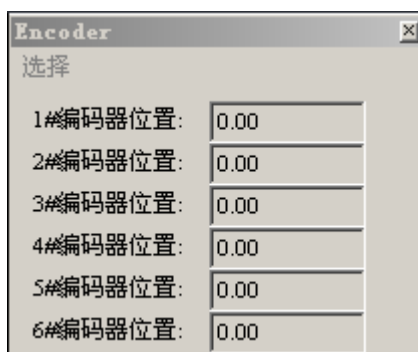

图 4-17 编码器模块对话框
- (1) 轴通道编码器测试需要按照表 3-1 端子板轴信号定义的轴信号定义正确连接电机的编码器输入信号；
- (2) 在 MCT2008 软件主界面点击菜单“视图”->“编码器”，将会弹出编码器模块对话框，如图 4-17 所示；